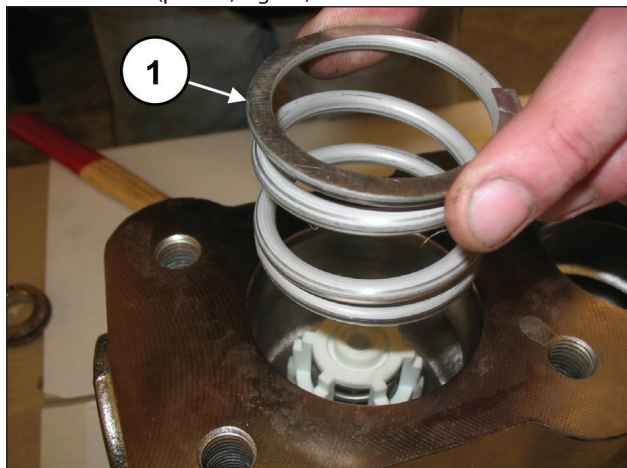

Fig. 91
Sfilare la molla (pos. ①, Fig. 91).